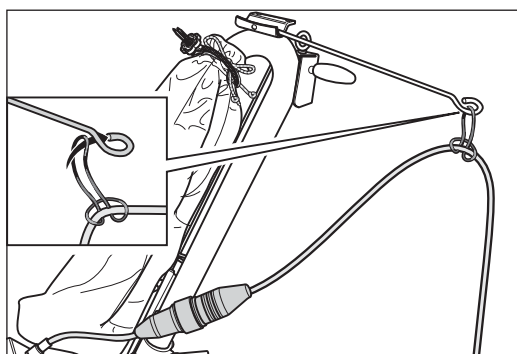

Abb. 22 Das Verlängerungskabel am Staubbeutel vorbeiführen und den Zugentlastungsring an der Kabelstütze eingehängen.
- 4 Führen Sie das Verlängerungskabel am Staubbeutel vorbei und hängen Sie den Zugentlastungsring an der Kabelstütze ein (Abb. 22).